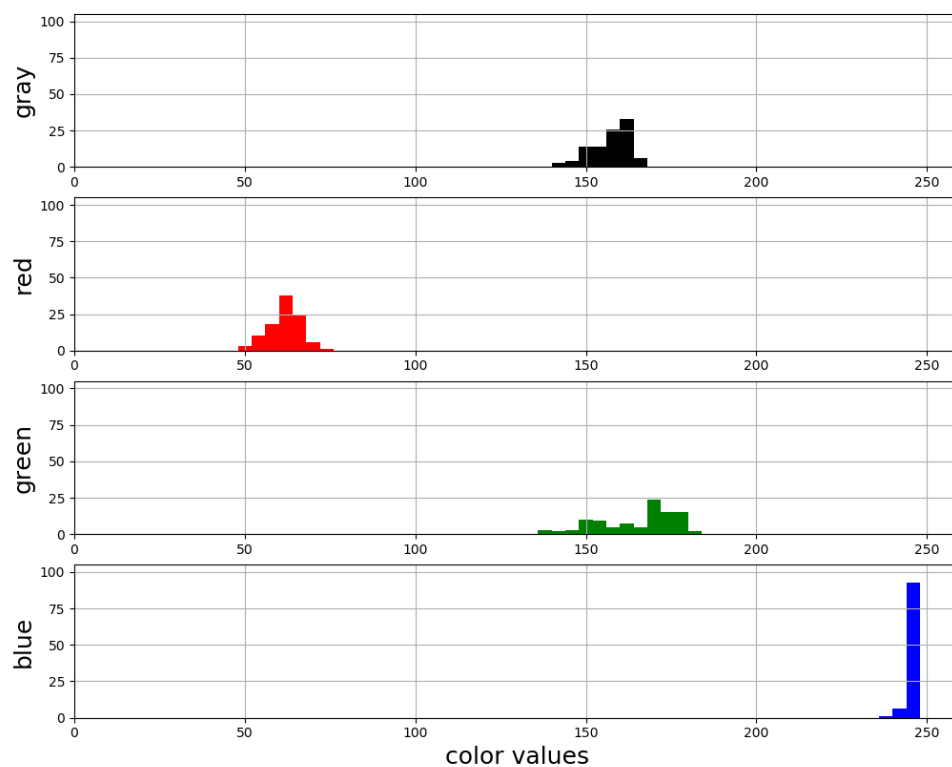

FIGURE 4 – Mesure des couleurs du bloc bleu
- Le bleu, quant à lui, tend légèrement vers le cyan (cf. figure 4). De la même manière, il arrive que la couleur détectée soit un cyan très saturé et très clair (avec parfois la composante verte à une intensité maximale).